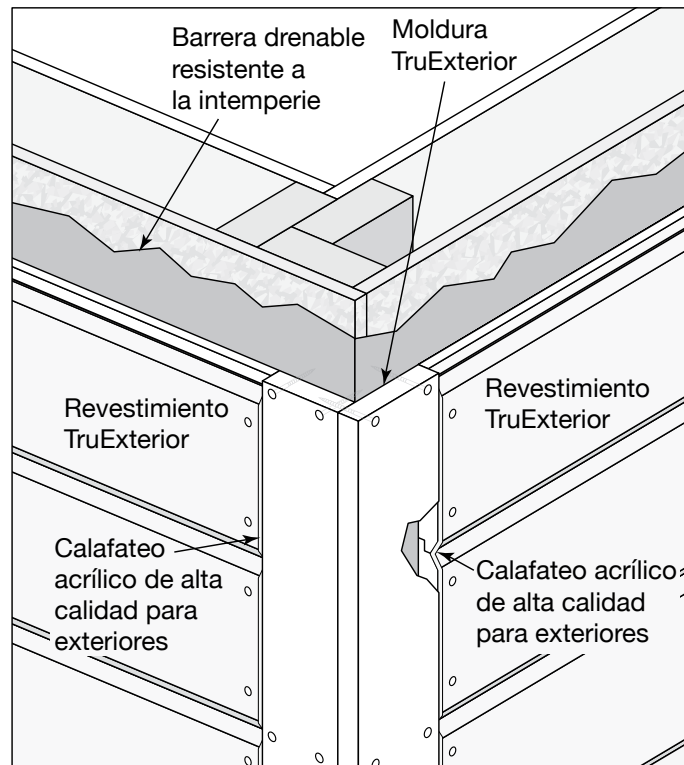

Fig. 9b: Detalle de esquina exterior, sin espacios y con calafateo
- Las esquinas exteriores se suelen crear usando molduras de 1x5 pulg. y 1x6 pulg., y se instalan usando los clavos aprobados (Fig. 9b).
- Fije cada moldura con 2 clavos cada 16 pulg. a lo largo de cada tramo de moldura, escalonando el patrón de los clavos ligeramente para evitar que los clavos opuestos entren en contacto entre sí (Fig. 9b).
- Asegúrese de que los clavos penetren la estructura de entramado y que los clavos de los tramos de moldura más largos penetren las molduras más cortas en las esquinas (Fig. 9b).
- Junte cada hilera de revestimiento a tope con la moldura esquinera y fíjela en su lugar (Fig. 9b).
- Selle la junta entre la moldura esquinera exterior y el revestimiento con calafateo acrílico de alta calidad para exteriores (Fig. 9b).